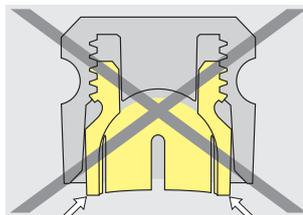

Fig. 12
**Attenzione:** La ghiera di ritenzione a lamelle **non** deve sporgere dal mantello (Fig. 12).